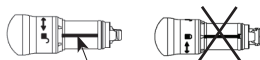

Abb. 1 Markierung
1. Die Markierung am distalen Ende des Handstücks muss mit dem Entriegelungssymbol (Abbildung 1) ausgerichtet sein, bevor das Zubehör angeschlossen werden kann. Ist dies nicht der Fall, wird das Handstückgehäuse in einer Hand gehalten und das distale Ende in Pfeilrichtung gedreht, um die Markierung mit dem Symbol auszurichten.